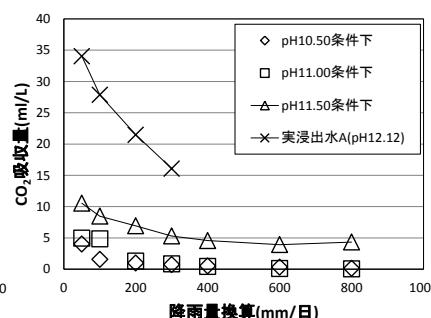

図3 炭酸ガス吸收量
- 流入量が少ないと、浸出水pHは低下する（図2）。流入量の増加に伴い、碎石表面の水膜が厚くなり、大気との接触時間も減少する（図3）ためpHが上昇する。